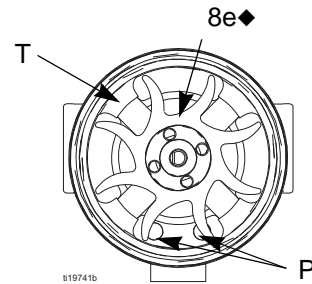

FIG. 28 . Orientation du ventilateur
7. Maintenez l'ensemble de bobine (8a) sur un établi en orientant l'extrémité du ventilateur vers l'avant. Retirez le ventilateur (8e) de l'axe (S) à l'aide d'un tournevis large.
10. Installez le nouveau coussinet inférieur (8b1) sur la partie longue de l'axe (S). La partie la plus plate du coussinet doit être orientée à l'opposé de l'aimant (M). Installez dans la bobine (8a) de sorte que les languettes de coussinet sont au niveau de la surface de la bobine.
12. Maintenez l'ensemble de bobine (8a) sur un établi en orientant l'extrémité du ventilateur vers l'avant. Appuyez sur le ventilateur (8e), sur l'extrémité longue de l'axe (S). Les pales du ventilateur doivent être orientées comme illustré dans la FIGURE 28.
13. Appuyez doucement l'ensemble de la bobine (8a) sur l'avant du boîtier (8d) tout en alignant la broche de la bobine avec la fente du boîtier. Le connecteur à 3 câbles (PC) doit être placé sous la partie la plus large (W) des languettes du boîtier.
14. Faites tourner le ventilateur (8e) de sorte que ses pales ne se trouvent pas devant les quatre languettes de coussinet (T) à l'arrière du boîtier. Assurez-vous que les pales du coussinet inférieur (8b1) s'alignent avec les languettes.